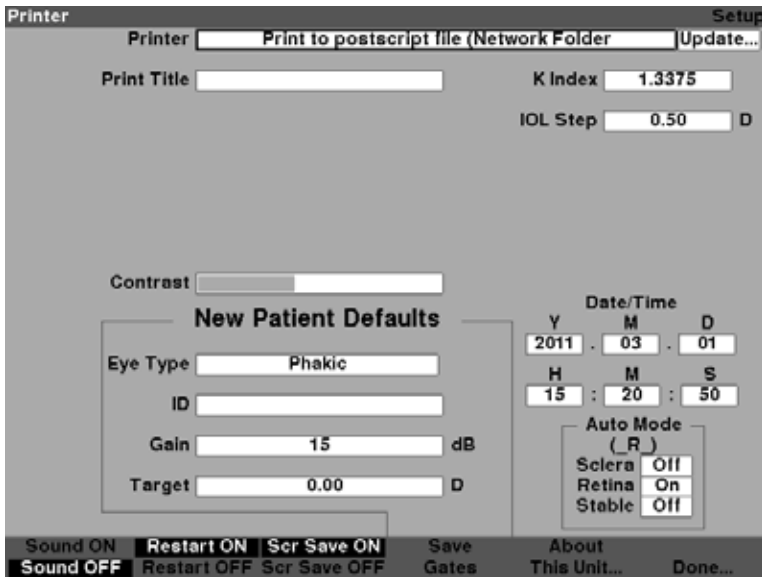

Figura 5-24 Selecionar impressora
2. Dentro da tela de Configuração, gire o botão para selecionar a Impressora, indicado pela borda sólida em preto conforme mostrado na Figura 5-24.